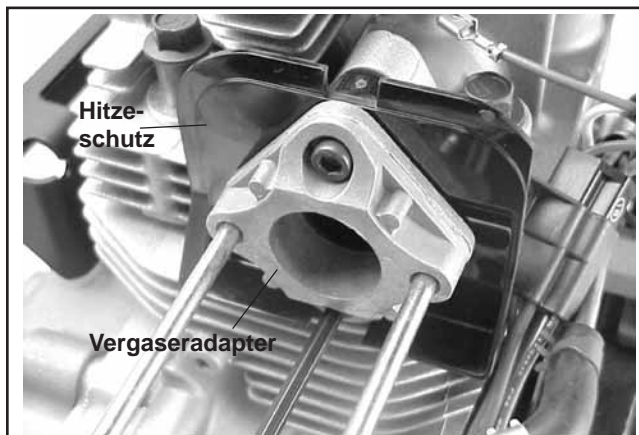

Abbildung 11-38. Einbau von Vergaseradapter und Hitzeschutz.
1. Montieren Sie Hitzeschutz, Vergaseradapter und Dichtungen mit zwei Inbuskopfschrauben an der Zylinderkopfeinlassöffnung. Ziehen Sie die Schrauben mit einem Drehmoment von 9,9 Nm an. Siehe Abbildung 11-38.